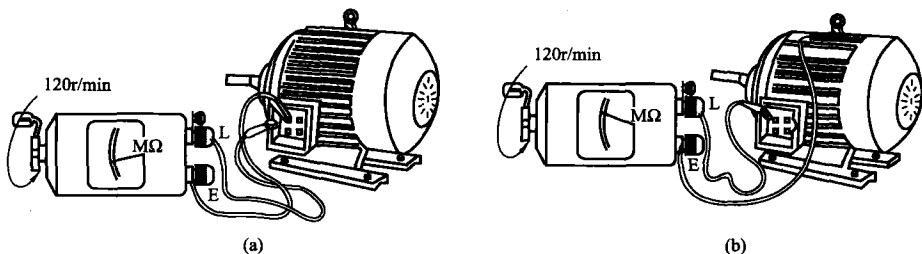

图 1-5 兆欧表测量电动机绕组的绝缘电阻
(1) 测绕组相间绝缘电阻。拆开电动机绕组的星形和三角形联结的连线。用兆欧表的两接线柱 E 和 L 分别接电动机的两相绕组,如图 1-5 (a) 所示。摇动兆欧表的发电机手柄后读数,数值则是电动机绕组的相间绝缘电阻。
(2) 测绕组对地绝缘电阻。绕组对地绝缘电阻将兆欧表接线柱 E 接电动机外壳(应清除电动机机壳上接触处的漆或锈等),接线柱 L 接电动机绕组上,如图 1-5 (b) 所示。摇动兆欧表的发电机手柄后读数,数值则是电动机绕组对地绝缘电阻。